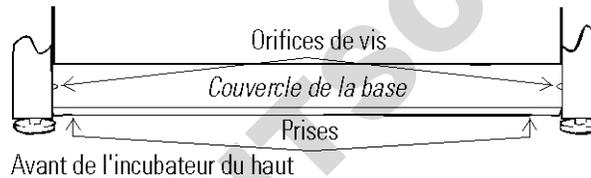

Figure 1-4. Retrait du couvercle de la base
1. Choisissez un incubateur à placer en haut et l'autre en bas. Retirez le couvercle de la base de l'unité du haut à l'aide des prises situées à la base ou d'un tournevis pour écrous à fente (Figure 1-4)